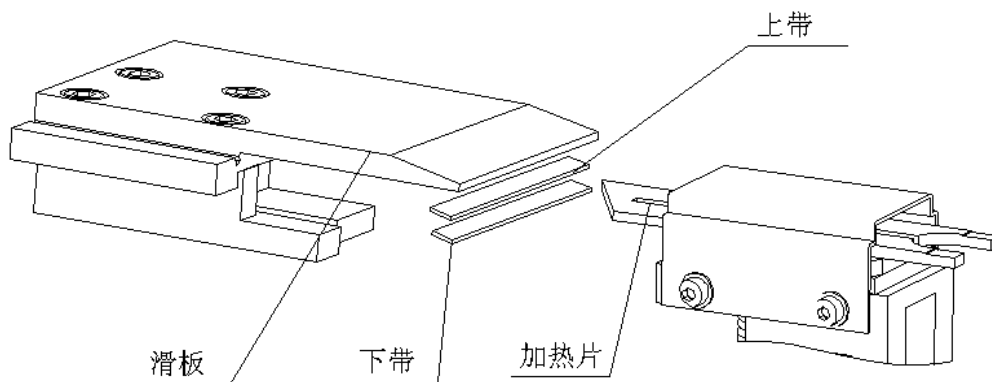

图 5-1
b.加热片变形：加热片变形后，不能插入两层带之间，上下两层带不能粘合（见图 5-1）；